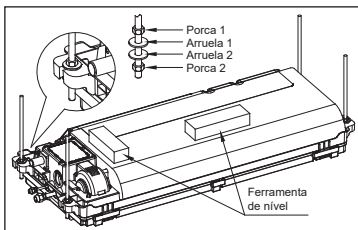

FIG. 43
- Fixe a unidade nas hastes de suspensão e utilize uma ferramenta de nível (nível de bolha) para nivelar corretamente a unidade (Fig. 43).
- Depois de ajustar a altura e verificar se a unidade está nivelada, utilize as quatro arruelas 1 e porcas 1 para fixar com segurança a unidade nas hastes (Fig. 43).